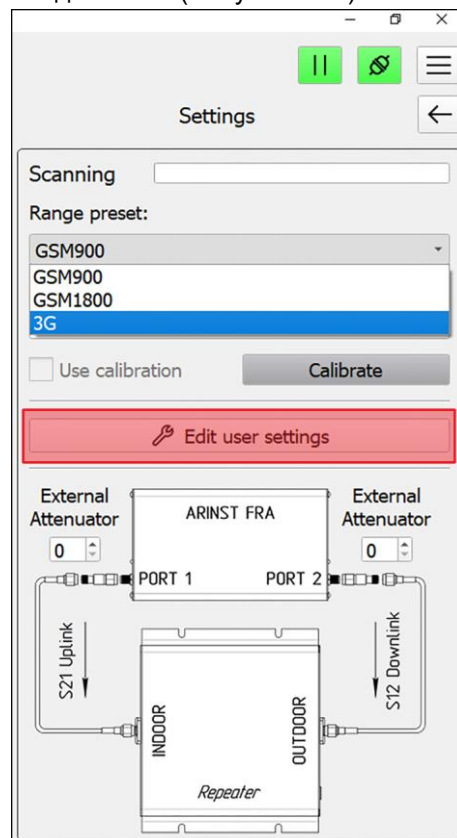

Рисунок 10.1 – Установка частотного диапазона
10.2.1. Войдите в раздел **Settings (Настройки)** главного меню. Выберите из выпадающего списка **Range preset (Пользовательские настройки)** частотный диапазон (Рисунок 10.1).